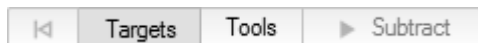

图 6-39
- ① 选择几何功能区的布尔运算工具 .
- ② 从二级功能区中选择减去工具 .
- ③ 此时弹出一个操作栏，且自动选中 **Targets**，如图 6-39 所示。